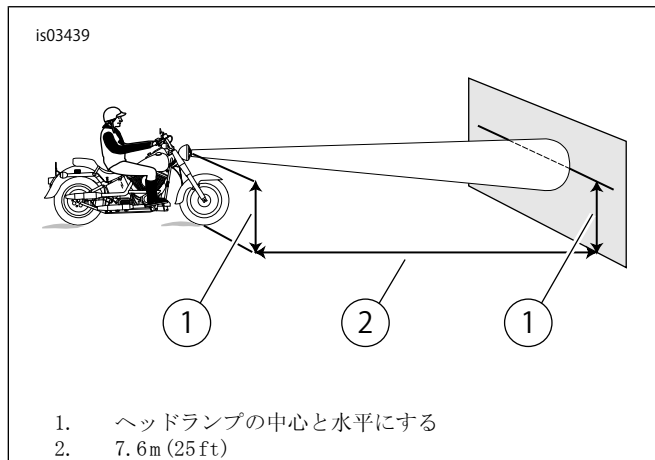

図7。ヘッドランプの調整
3. 「図7」を参照してください。車両をスクリーンまたは壁から7.6 m (25 ft) 離します。フロントアクスルの直下から壁またはスクリーンのベースまでの距離を測定します。